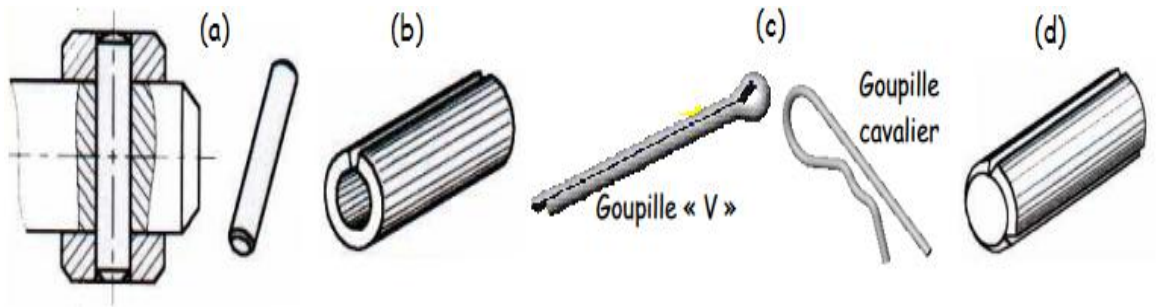

Fig. 7 : Différents types de goupilles
6. Les goupilles : (fig. 7)
A. Goupille cylindrique : (fig. 7-a-)
B. Goupille élastique : (fig. 7-b-)
C. Goupille fendue (symbole « V ») et goupille cavalier : (fig. 7-c-)
D. Goupille cannelée : (fig. 7 -d-)